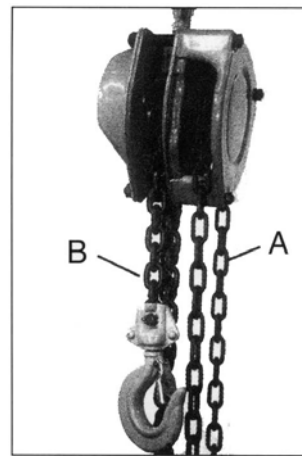

Рис. 4
Чтобы поднять груз, подтяните цепь (А, Рис. 4) по часовой стрелке к правой сто-
**Примечание:** убедитесь, что длина цепи тельфера (В, Рис. 4) достаточна для безопасного поднятия и опускания груза. Не пытайтесь опускать груз ниже, чем длина цепи тельфера.